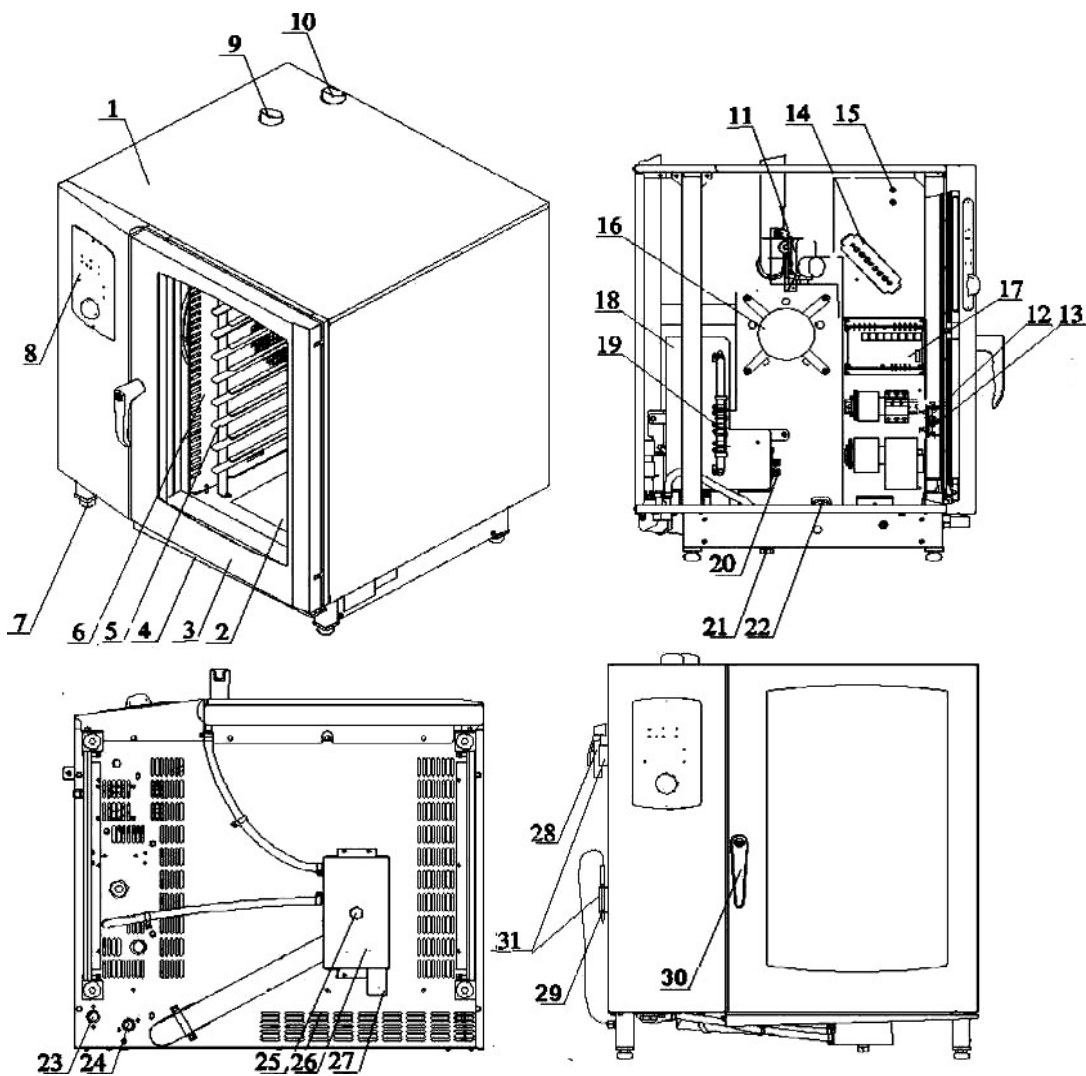

Рис.1. Пароконвектоматы «Рубикон» АПК6-1/1 и АПК10-1/1.
3.5. Для обеспечения работы системы парообразования и охлаждения конденсата, сбрасываемого в канализацию, изделие должно быть подключено к водопроводной сети через оба клапана 23, 24 (Рис.1). Качество воды должно соответствовать нормативам СанПиН 2.1.4.1074-01.
3.16. Для установки душирующего устройства и щупа на левой стенке предусмотрены кронштейны 31 (рис.1.)